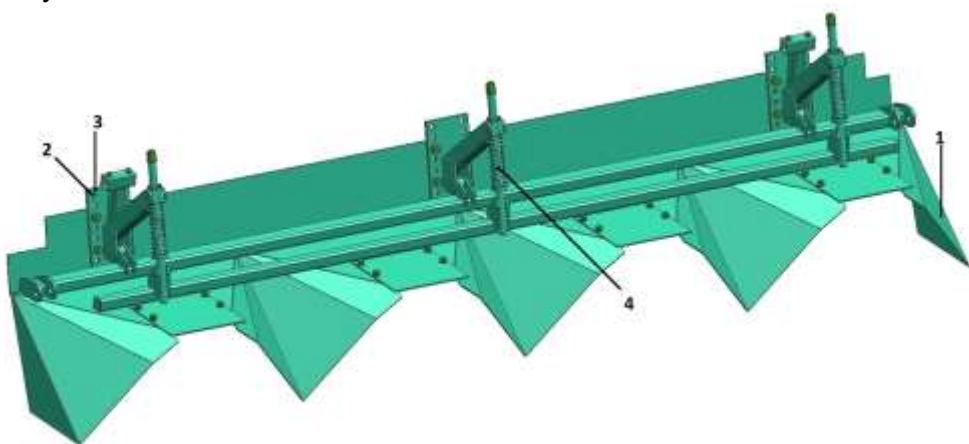

Рисунок 6 – Гребнеобразователь
3.6 Гребнеобразователь (рисунок 6) представляет собой сварной профильный щит 1 для формирования гребней. Он крепится к агрегату скобами 2 и регулирующими стойками 3, с помощью которых передвигается вверх и вниз, регулируя этим высоту гребня. Плотность почвы в гребнях регулируется штоками с пружинами 4, передвигая шток можно увеличивать или уменьшать плотность.